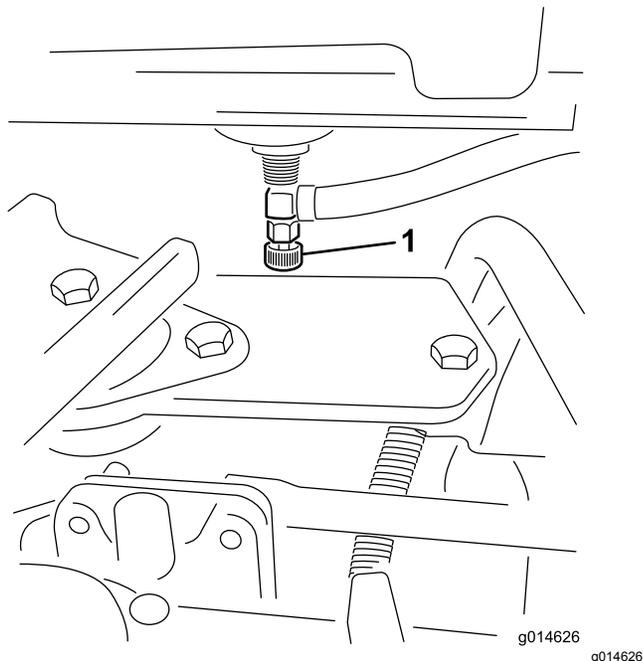

Рисунок 32
1. Закройте отсечной топливный клапан, расположенный под топливным баком (Рисунок 32).